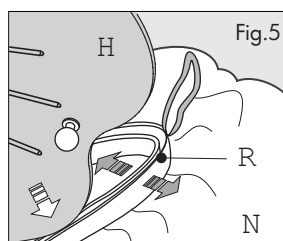

Fig.5
- 9) Inserire il plexiglass [H] all'interno dell'elastico [R] presente sul bordo dell'apertura (Fig.5).